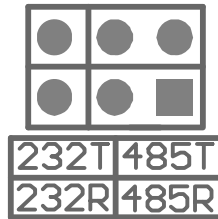

图 2.6 RS-232 与 RS-485 选择跳线
- RS-232 和RS-485 通讯的切换跳线，跳线外形如图 2.6所示。